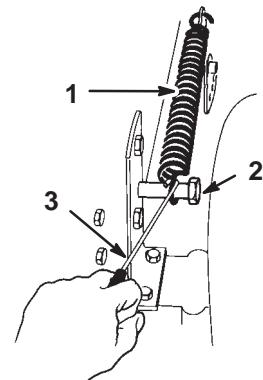

Bild 45
15. Haken Sie die Feder des Schneidwerkhub an der Befestigungsschraube ein (Bild 45). Verwenden Sie dazu das mit der Maschine mitgelieferte Federwerkzeug.